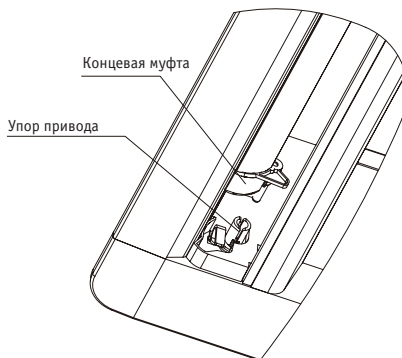

Рис. 5.20
- 2) Установите воздушный дефлектор. Чтобы установить воздушный дефлектор, повторите в обратном порядке действия при снятии воздушного дефлектора (1). Как показано на рис. 5.20.